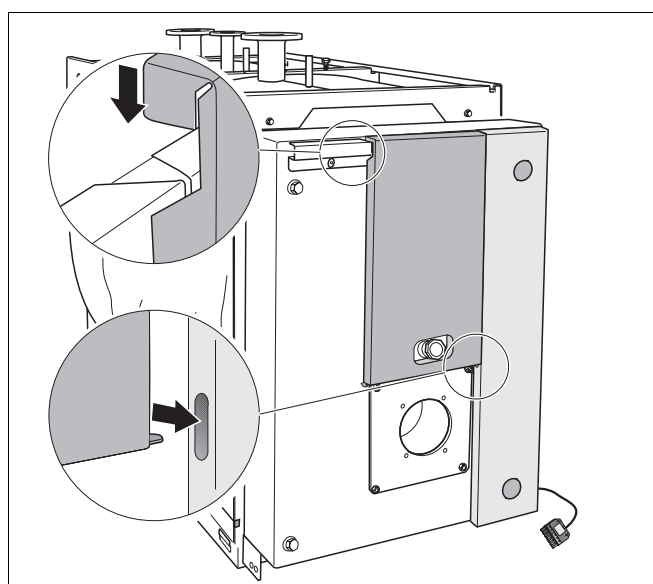

Fig. 28 Montage du cache central
- Accrocher le cache central en haut dans la traverse et insérer l'attache en bas dans l'évidement du cache de droite (fig. 28).